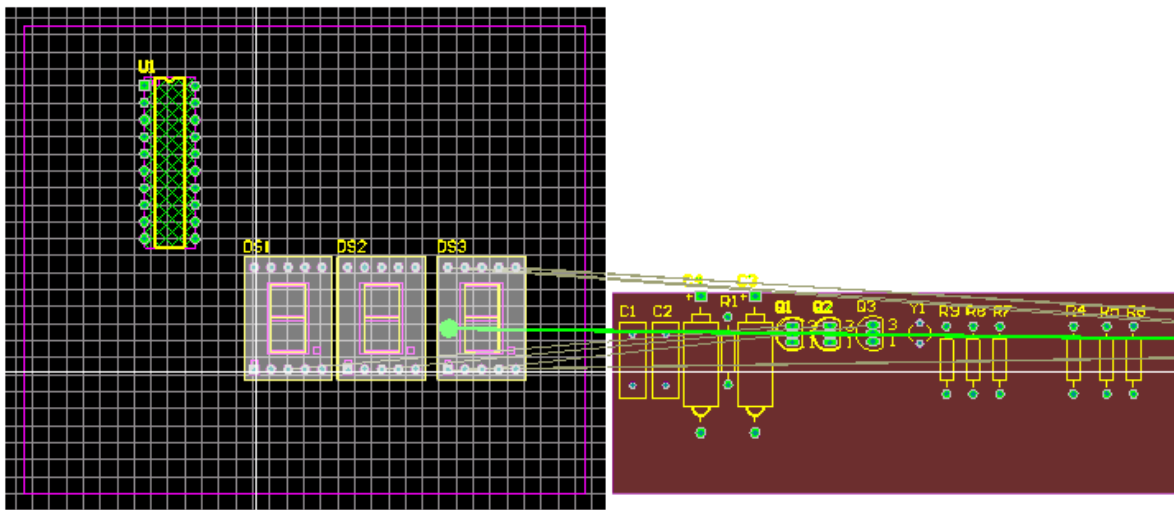

图9-7 移动元器件
- （1）单击PCB图中的元件，将其一一拖放到PCB板中的“Keep-Out”布线区域内。单击元件U1, 将它拖动到PCB板中靠左边靠上的区域；在拖动元件到PCB板中的“Keep-Out”布线区域时，可以一次拖动多个元件，如选择3个元件DS1-DS3（鼠标单击DS1元件的左下角，然后单击DS3元件的右上角），按住鼠标左键将它拖动到PCB板中部用户需要的位置时放开鼠标左键；如图9-7所示。在导入元件的过程中，系统自动将元件布置到PCB板的顶层（Top Layer），如果需要将元件放置到PCB板的底层（Bottom Layer）按（2）步骤进行操作。